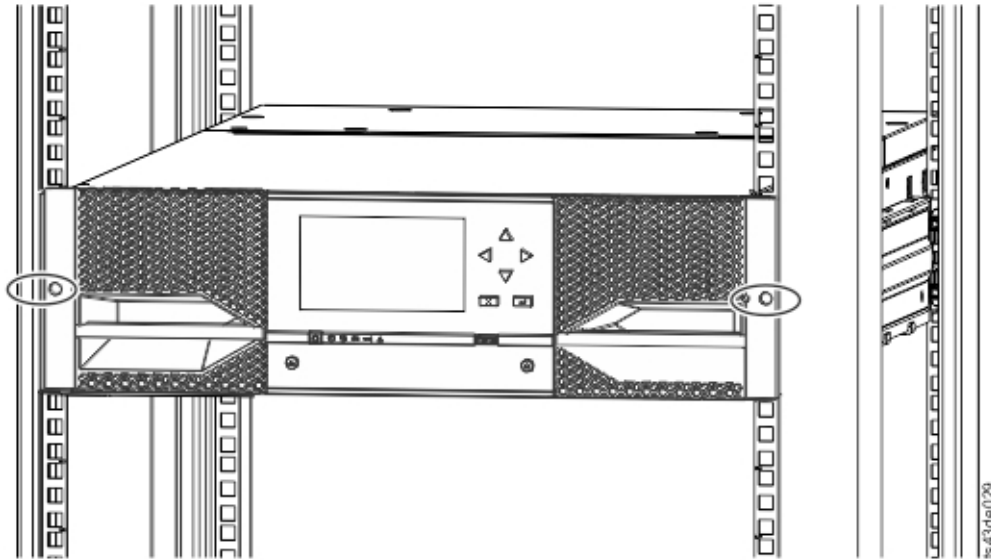

図 41. ラック内のライブラリー
5. プラス・ドライバーを使用して、モジュールをラック前面に緩やかにねじ留めします。ねじは各サイドに 1 つずつです。図 41 の丸で囲まれた領域を参照してください。